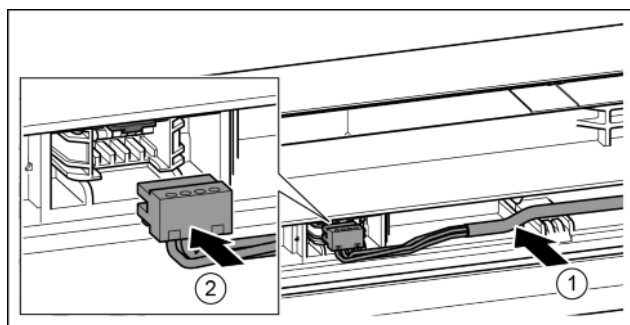

Fig. 38
- Inserire il cavo grigio nella guida nella porta superiore. *Fig. 38 (1)*
- Innestare la spina. *Fig. 38 (2)*